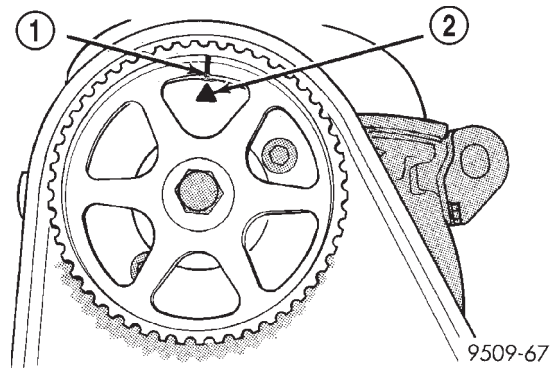
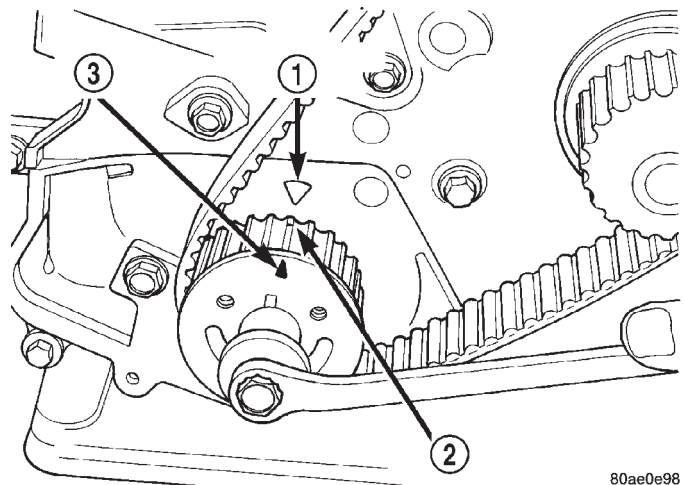
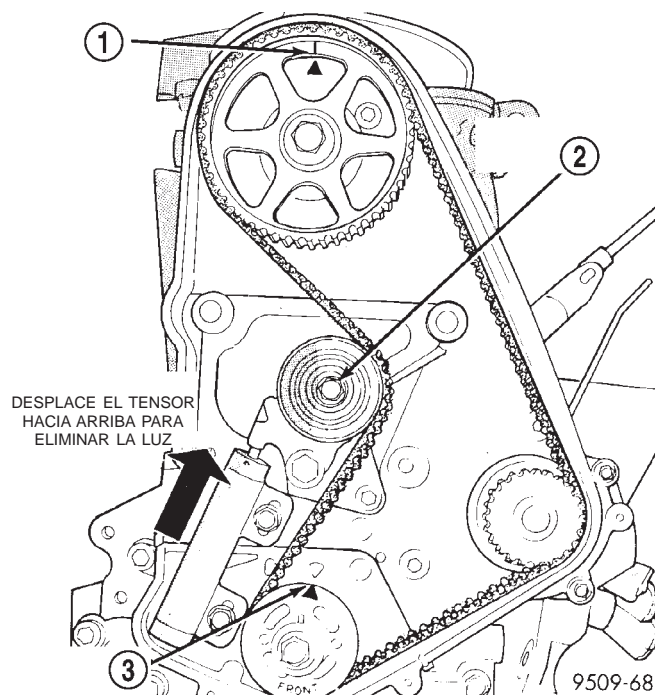

Fig. 24 Marca de distribución del árbol de levas
Fig. 25 Ajuste de la rueda dentada del cigüeñal para la correa de distribución
Fig. 27 AJUSTE DE LA TENSION DE LA CORREA DE DISTRIBUCION
(2) Coloque el árbol de levas en PMS alineando la marca de la rueda dentada con la flecha situada en la parte trasera de la tapa de la correa de distribución (Fig. 24).
(3) Mueva el cigüeñal a la marca de 1/2 antes del PMS (Fig. 25) para la instalación de la correa.
(9) Utilice una llave de tensión en el perno de la polea del tensor, aplique una torsión de 28 N·m (250 lbs. pulg.) a la correa de distribución.
(10) Con la torsión aplicada en la correa de distribución/polea del tensor, desplace el tensor hacia arriba contra el soporte de pivote de la polea y apriete los pernos del tensor con una torsión de 31 N·m (23 lbs. pie). (Fig. 27).
(11) Tire del pasador de retención del émbolo del tensor. La tensión previa es correcta cuando el pasador puede retirarse e instalarse en la caja del tensor y en el émbolo.
(12) Haga girar el cigüeñal 2 revoluciones y verifique la alineación de las marcas de distribución (Fig. 25) y (Fig. 24).
(13) Compruebe la tensión de la correa mediante la instalación del pasador en la caja del tensor. Si el pasador no puede volver a instalarse, repita el procedimiento de tensión de la correa.
(14) Instale la cubierta delantera de la correa de distribución. (Consulte el grupo 9 - MOTOR/DISTRIBUCION DE VALVULAS/CORREA DE DISTRIBUCION/CUBIERTAS DE CADENA - INSTALACION).
(15) Instale la ménsula del soporte del motor. (Consulte el grupo 9 - MOTOR/MONTAJE DEL MOTOR/MENSULA DE SOPORTE DEL MOTOR - INSTALACION).